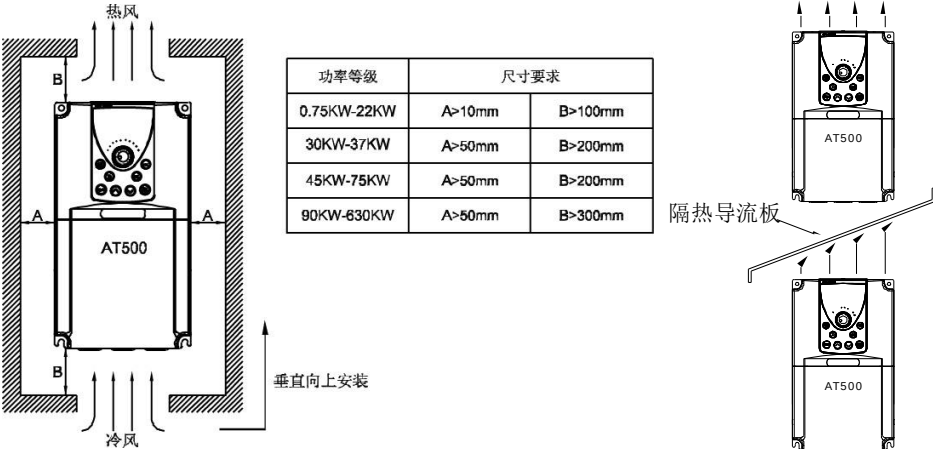

图 2-1 AT500 变频器安装示意图
- 1) 请垂直安装变频器，便于热量向上散发,但不能倒置。若柜内有较多变频器时，最好是并排安装。在需要上下安装の場合，请参考图 2-1 安装隔热导流板。
- 2) 安装空间遵照图 2-1 所示，保证变频器的散热空间。但布置时请考虑柜内其它器件的散热情况。